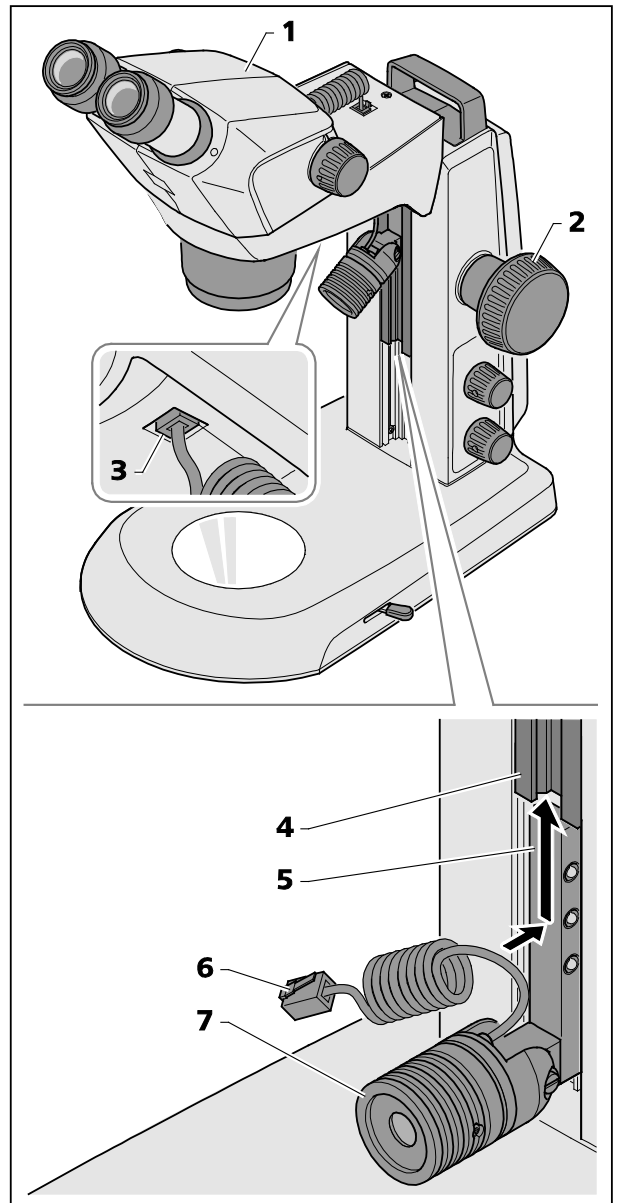

图 12 安装点光源
- 通过对焦钮 (图 12/2) 将显微镜主机 (图 12/1) 设定到最高位置。
- 将下面带把手 (图 12/5) 的点光源 (图 12/7) 插入镜臂的导轨 (图 12/4)，并一直向上推到所需的位置。
- 将点光源连接电缆 (图 12/6) 插入 Stemi 托架 (图 12/3) 的下端插槽。